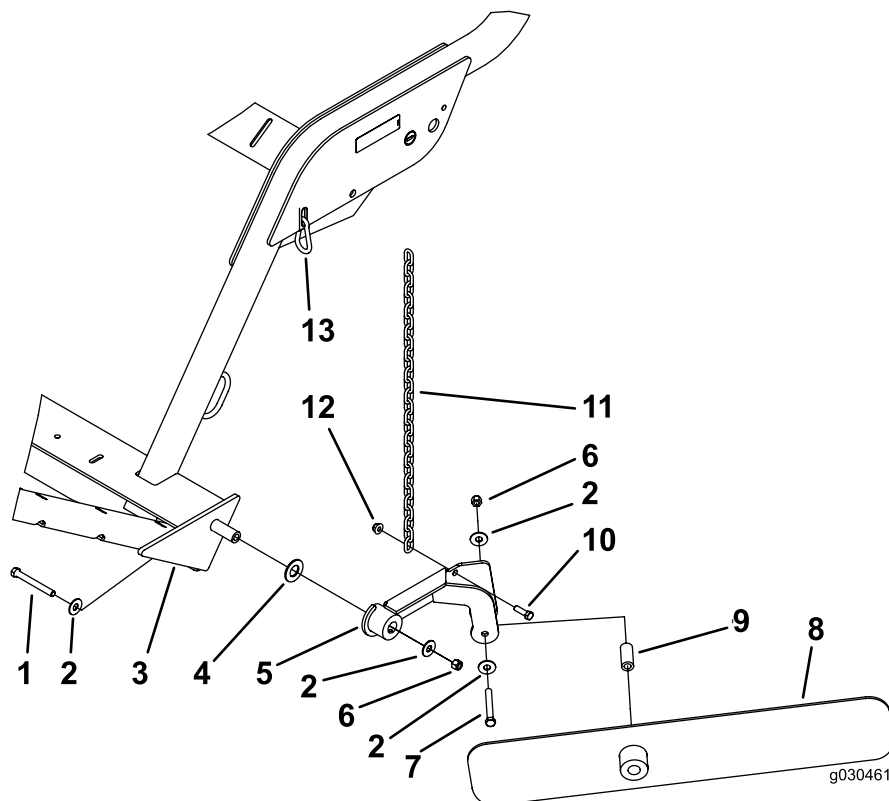

Figura 16
Nota: Coloque los componentes según se muestra en Figura 16.
los componentes tal y como se muestra en Figura 16.
3. Fije la cadena al conjunto de montaje del deflector con un perno ($\frac{3}{8}$ " x $1\frac{1}{4}$ ") y una tuerca con arandela prensada ($\frac{3}{8}$ ") (Figura 16).
4. Fije el otro extremo de la cadena a la ranura del bastidor con el mosquetón (Figura 16).